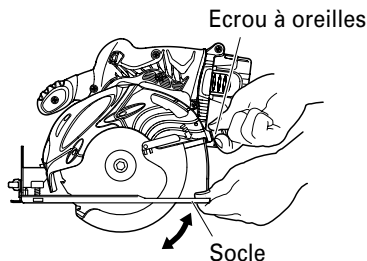

Fig. 8
Si l'écrou à oreilles qui permet de régler la profondeur de coupe (Fig. 8) est mal vissé, il y a risque de blessure. Bien vérifier qu'il est vissé à fond.
1. Réglage de la profondeur de coupe (Fig. 8)